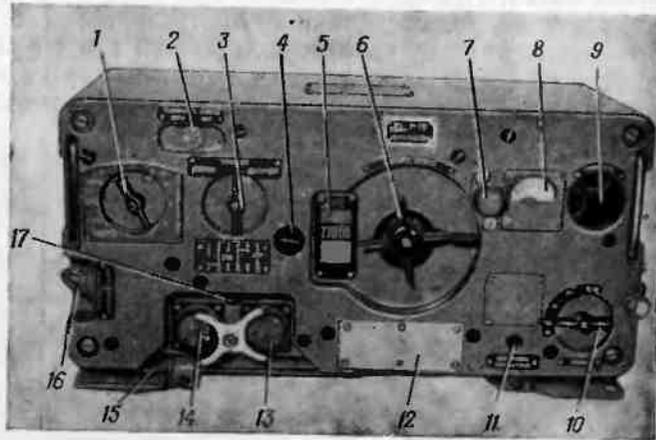

Рис. 184. Передняя панель приемопередатчика:
Приемопередатчик радиостанции блочный; состоит он из пяти блоков. Собранный приемопередатчик вставляется в металлический кожух, который крепится на амортизационной раме. Передняя панель приемопередатчика радиостанции показана на рис. 184. Подробное описание схемы радиостанции, принципа ее работы, а также конструктивного выполнения отдельных блоков и всей радиостанции в целом приведено в Техническом описании
13. Установить ручки управления на передней панели приемопередатчика в следующие исходные положения (рис. 184):
Для работы на радиостанции симплексом настройку следует производить в следующем порядке (рис. 184):